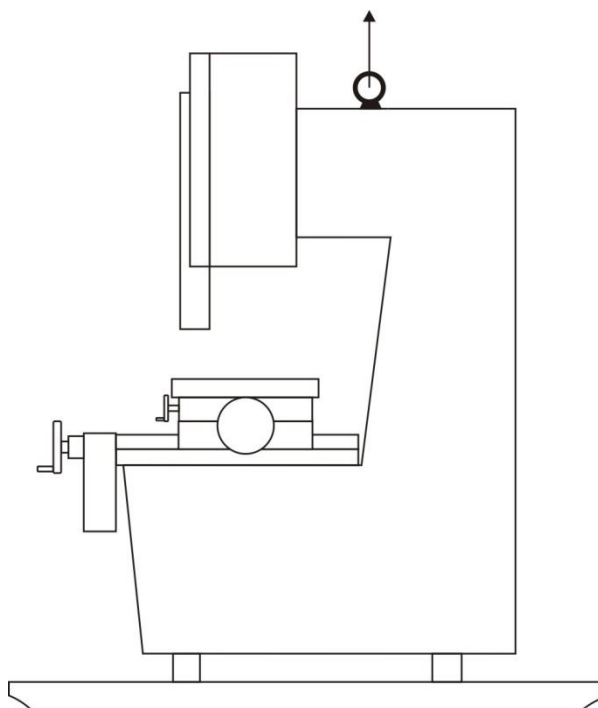

fig. 8
3. La macchina si solleva con gru, attaccata al gancio superiore – fig. 8 e la slitta si tira in giù.
La macchina disimballata si trasporta con gru. La macchina si appende con la fune della gru al gancio montato alla superficie superiore del corpo, come mostrato in fig. 8.